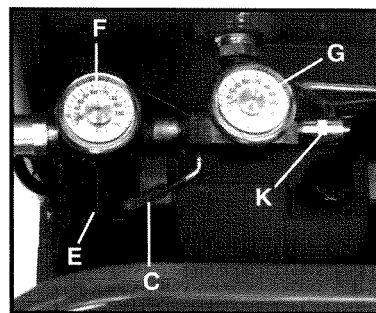

Fig. 3
**Interruptor de ENCENDIDO/AUTO-APAGADO (C), Fig. 3:** Ponga este interruptor en la posición de ENCENDIDO para suministrar alimentación al conmutador automático activado por presión prefijada y en la posición de APAGADO para interrumpir el suministro de alimentación al final de cada uso.
**Regulador (E), Fig. 3:** El regulador controla la presión de aire que viene del tanque de aire. Gire el pomo del regulador en el sentido de las agujas del reloj para aumentar la presión y en sentido contrario al de las agujas del reloj para reducirla. Para evitar un pequeño reajuste después de hacer un cambio en la graduación de la presión, aproxímesese siempre a la presión deseada desde una
**Manómetro de salida (F), Fig. 3:** El manómetro de salida indica la presión de aire disponible en el lado de salida del regulador. Esta presión es controlada por el regulador y siempre es menor o igual que la presión del tanque. Consulte la sección "Procedimientos de funcionamiento".
**Manómetro del tanque (G), Fig. 3:** EL manómetro del tanque indica la presión del aire de reserva del tanque.
**Válvula de seguridad (K), Fig. 3:** Si el conmutador activado por presión prefijada no apaga el compresor de aire al alcanzar el punto de presión de desconexión, la válvula de seguridad protegerá contra la presión alta "disparándose" cuando se alcance su presión ajustada de fábrica (un valor un poco mas alto que el punto de presión de desconexión del conmutador activado por presión prefijada).